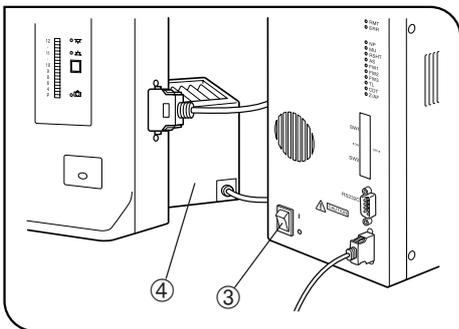

Fig. 2
5. Cuando baje la platina apretando el botón de bajada de la platina (DOWN) ①, tenga cuidado de no pillarse la mano entre la parte inferior del condensador ② y la base.
8. Para evitar posibles riesgos de electrocución y quemaduras al cambiar la bombilla, ponga antes el interruptor principal ③ en la posición "○" (APAGADO) y desconecte el cable de alimentación de la toma de la pared. Siempre que cambie la bombilla durante o inmediatamente después de su utilización, deje que tanto el portalámparas ④ como la bombilla se enfríen antes de tocarlos. (Fig. 2)